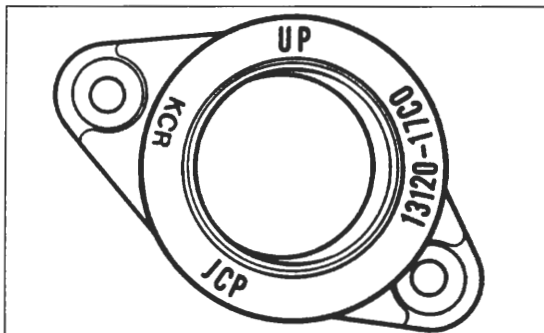

Bild 200
- Vergaseransaugstutzen mit möglichst wenig Überstand und neuen O-Ringen (Bild 200) am Zylinderkopf anbringen.